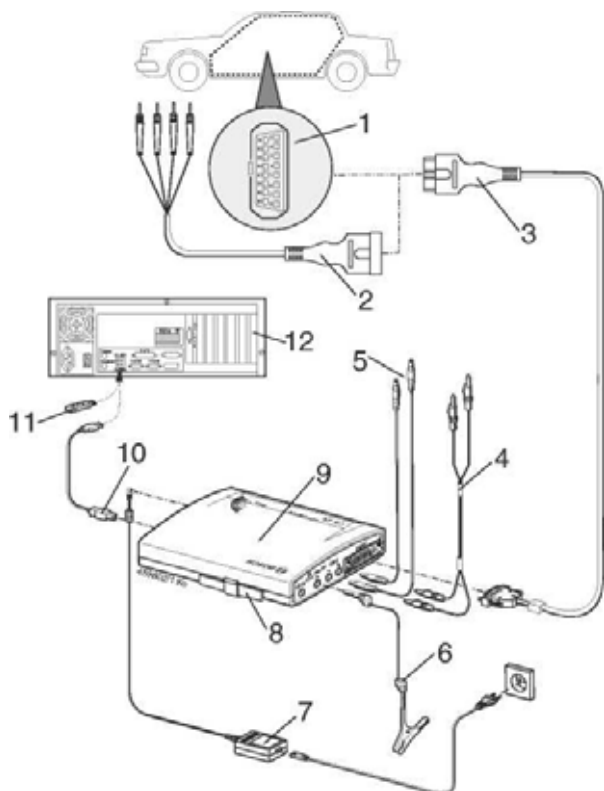

Рис. 3. Схема электрических соединений на примере KTS 570:
Сменная вставка 8 (рис. 3) обладает всеми известными в настоящее время возможностями для того, чтобы осуществлять коммуникацию с диагностическими интерфейсами транспортных средств. Гибкость при приспособлении будущих расширений для проведения диагностических протоколов достигается благодаря тому, что сменную вставку можно менять быстро и без инструментов.
- диагностического провода встроенной диагностики (OBD) **3** (рис. 3)
- диагностического провода встроенной диагностики (OBD) и дополнительно через соединительный кабель UNI (интерфейс «пользователь–сеть») **2** (рис. 3),